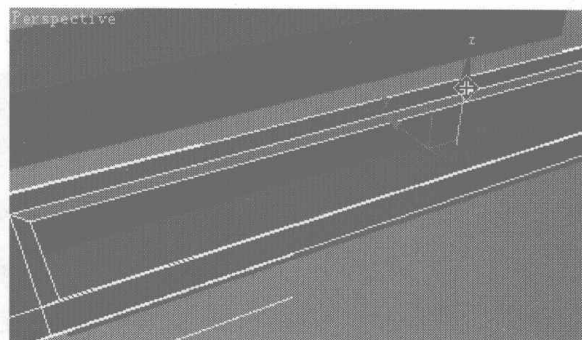

图 6.392
- 23 在 Perspective 视图中将挤压的面沿 Z 轴向下移动，调整出凹槽效果，如图 6.392 所示。